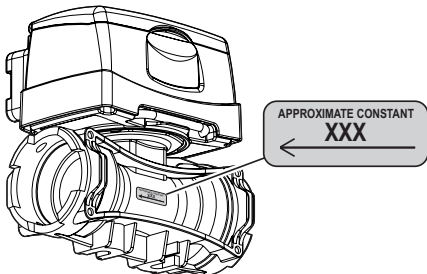

Fig. 21
C) Appuyez pour sauvegarder la modification, ou bien **D)** Appuyez pour sortir de la page-écran sans confirmer la modification de la donnée. Se reporter à l'étiquette présente sur le corps (Fig. 21).